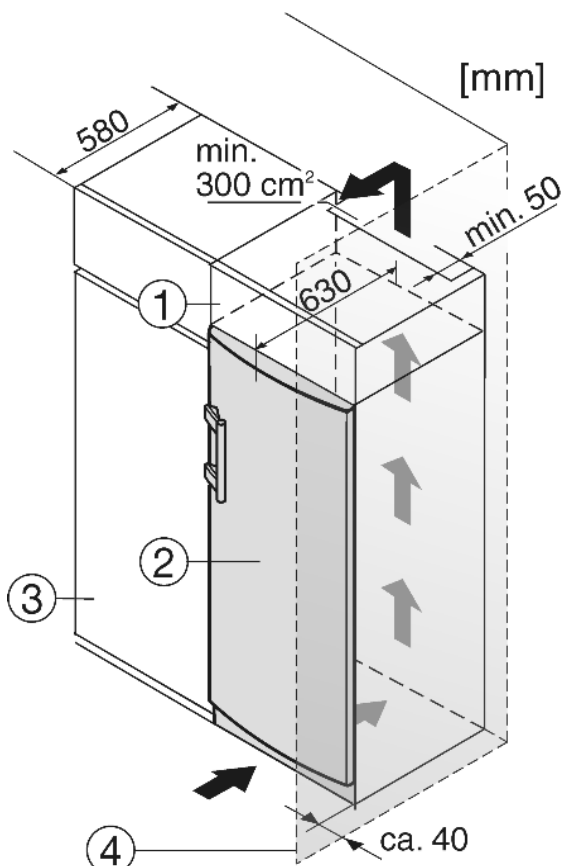

Fig. 14
- (1) Дополнительный шкафчик
(2) Устройство
(3) Кухонный шкаф
(4) Стенка
При комбинировании с обычными кухонными шкафами (глубина макс. 580 мм) устройство можно установить непосредственно рядом с кухонным шкафом Fig. 14 (3). Дверь устройства выступает по сторонам на 34 мм и по центру устройства на 50 мм относительно передней стенки кухонного шкафа. Поэтому ее можно свободно открывать и закрывать.
Если устройство установлено на шарнирах у стены Fig. 14 (4), то расстояние между устройством и стеной должно быть не менее 40 мм. Настолько выступает ручка при открытой дверце.